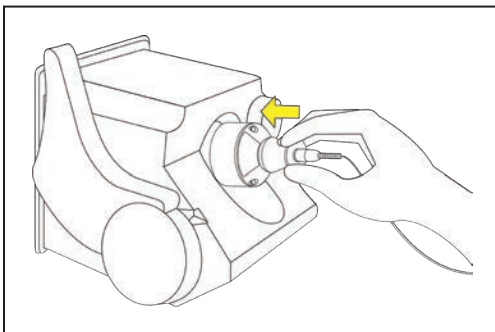

Figura 13. Instalando el módulo de energía en el reconectador TripSaver II.
PASO 2. Posicione el módulo de energía cerca de la base del reconectador TripSaver II; el módulo será sostenido en su lugar magnéticamente. Ver Figura 13.